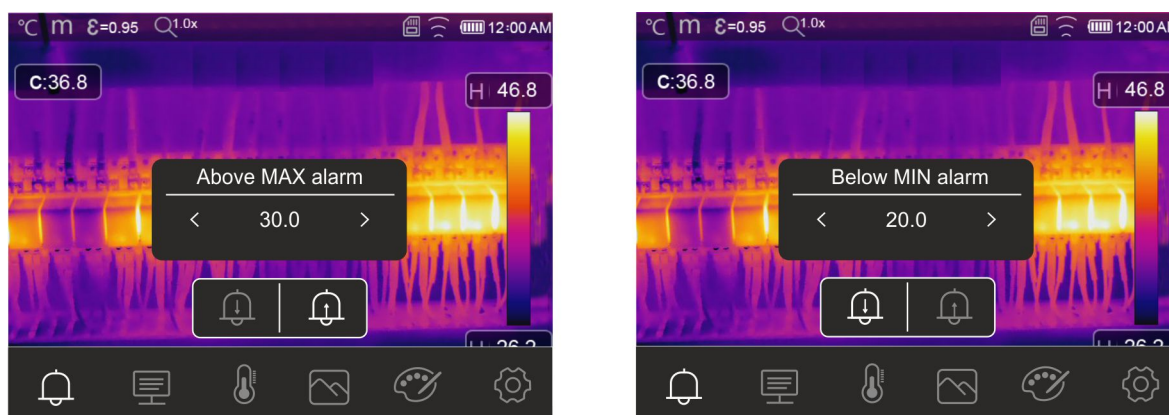

Fig. 45: Configuração de limites de alarmes
- Modo **Histograma (HG)** → os níveis de temperatura mínimo e máximo do objeto enquadrado no dispositivo são sempre definidos automaticamente, como no modo Auto, pelo instrumento, mas neste caso as áreas da imagem em que os valores de temperatura são muito diferentes são destacadas das áreas adjacentes. A relação entre a temperatura e a cor da paleta é não linear com base num algoritmo de histograma. Este modo enfatiza a exibição da imagem em ambientes de trabalho muito escuros
1. Clique em  ou no símbolo "AUTO" na parte inferior direita do ecrã. As imagens na Fig. 45 mostram as seleções dos modos "AUTO" e "HG"